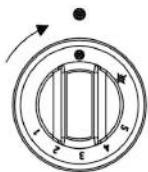

Fig. 6
- Para apagar completamente el quemador piloto, pulse el mando de nuevo y hacer que gire a la posición cerrada. (Fig. 6)